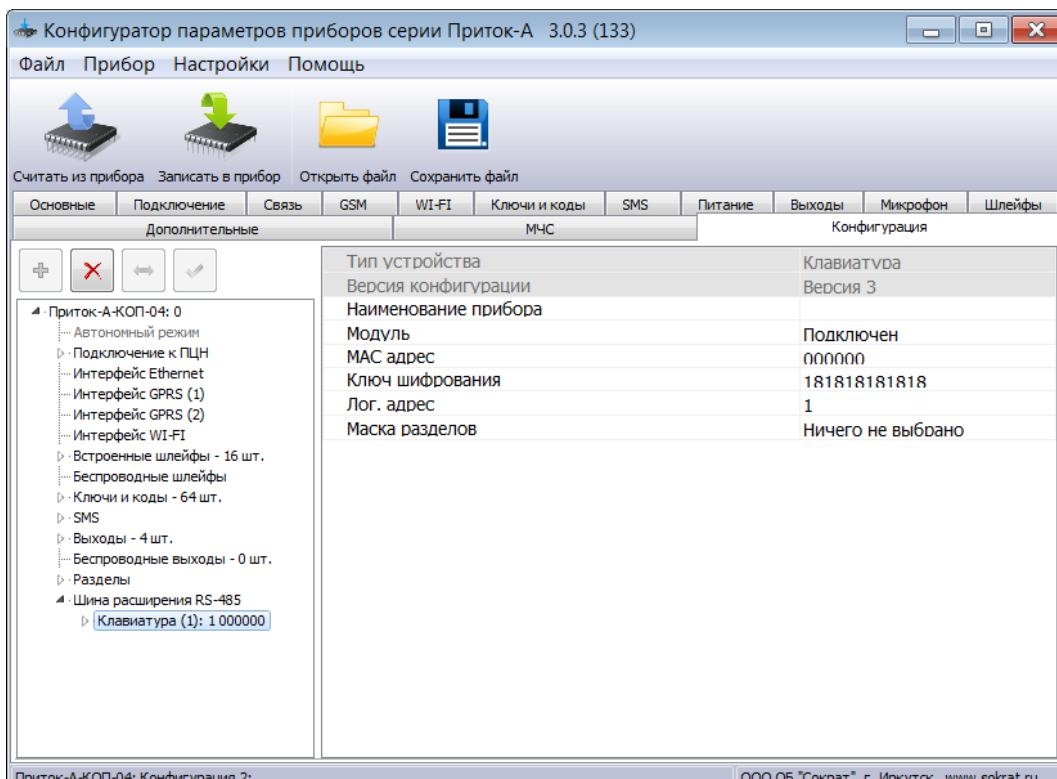

Рисунок 4 – Окно «Параметры»
10. Выделить курсором добавленную «Клавиатуру» и в появившемся окне «Параметры» (см. Рисунок 4) заполните следующие поля:
1. В поле «**Маска разделов**» выбрать «**Ничего не выбрано**» (см. Рисунок 4)